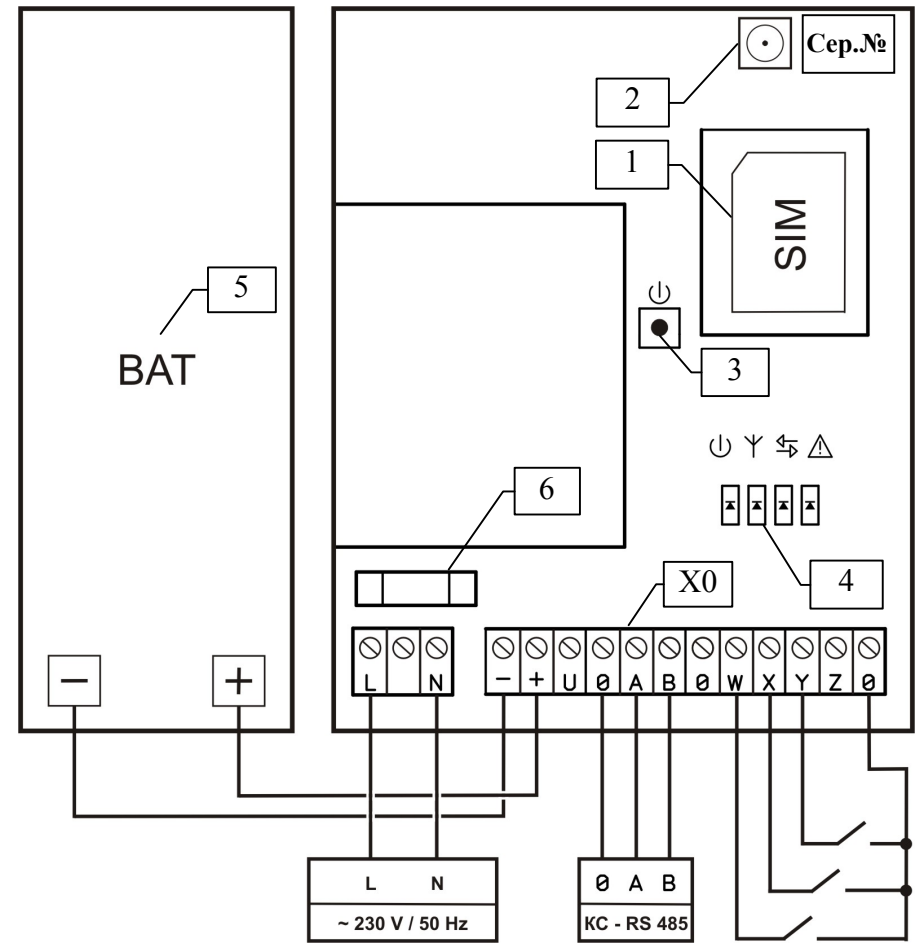

Рис. 1 Вид прибора и его подсоединение
5.1 Вид прибора (рис. 1)
Включение прибора осуществляется автоматически при подключении к внешнему источнику питания или при помощи нажатия кнопки «**Вкл/Сброс**» (рис.1, поз.3) в течение 2 секунд при питании от аккумуляторной батареи.
При программировании информатора вначале SMS-сообщения для защиты от несанкционированного доступа должен быть указан параметр **N** с четырехзначным серийным номером информатора (серийный номер указывается на плате информатора рядом с держателем SIM-карты - рис.1).